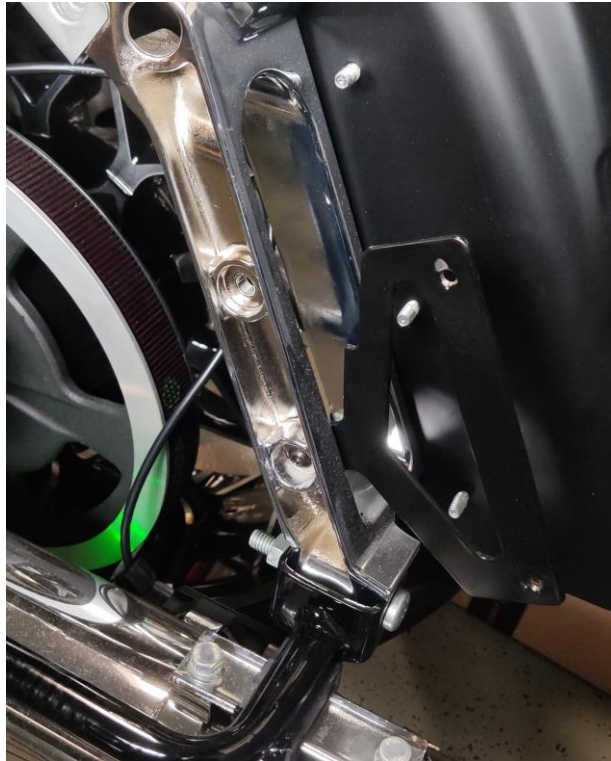

Abb.1
1. Montieren Sie den mitgelieferten Halter mit den Schrauben (2 x M6x20 + Mutter) am unteren Rahmenloch (Abb.1)